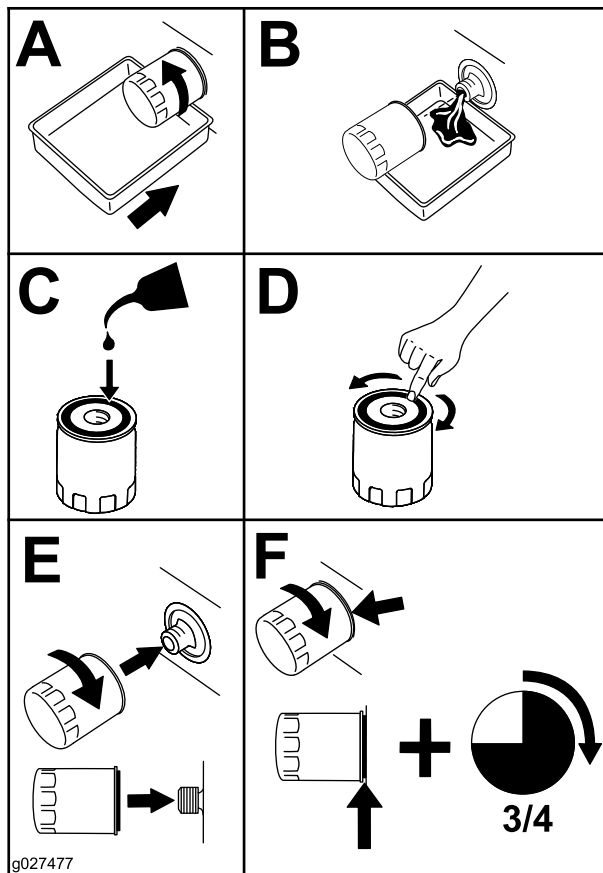

Bild 34
2. Wechseln Sie den Motorölfilter (Bild 34).